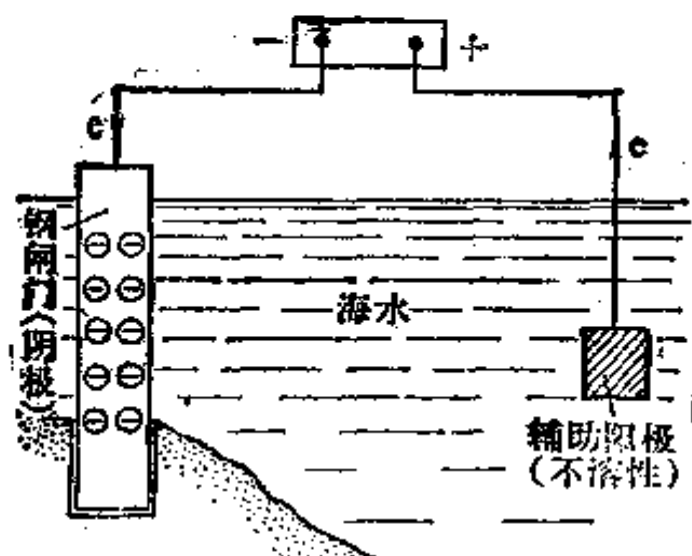

图 5-9 外加电流的阴极保护法示意图
(1) 外加电流的阴极保护法
外加电流的阴极保护法的基本原理可简单地用图 5-9 表示。这种方法是把要保护的钢铁设备作为阴极，另外用不溶性电极作为辅助阳极，两者都放在电解质溶液里，接上外加直流电源。通电后，大量电子被强制流向被保护的钢铁设备，使钢铁表面产生负电荷(电子)的积累。这样就抑制了钢铁发生失去电子的作用，从而防止了钢铁的腐蚀^①。例如，对钢闸门采取涂料和外加电流的联合防腐的新方法，就可以收到显著的效果。